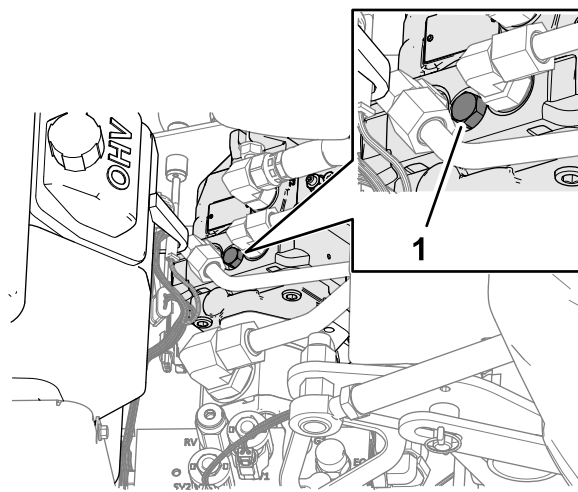

图 116
4. 如图 116 所示找到发动机与液压泵之间旁通阀螺丝的盖子。